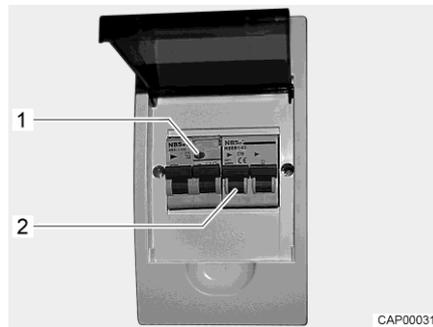

Bild 76 230-V-Sicherungskasten mit Leitungsschutzschalter und FI-Schalter
Ein Fehlerstrom-Schutzschalter (FI-Schalter) im Sicherungskasten sichert das gesamte Fahrzeug gegen Fehlerstrom (0,03 A) ab. Der nachgeschaltete Leitungsschutzschalter (10 A) (Bild 76,2) sichert das 230-V-Bordnetz ab.
- Wenn das Fahrzeug an die 230-V-Versorgung angeschlossen ist, die Prüftaste (Bild 76,1) drücken. Der Fehlerstrom-Schutzschalter muss auslösen.